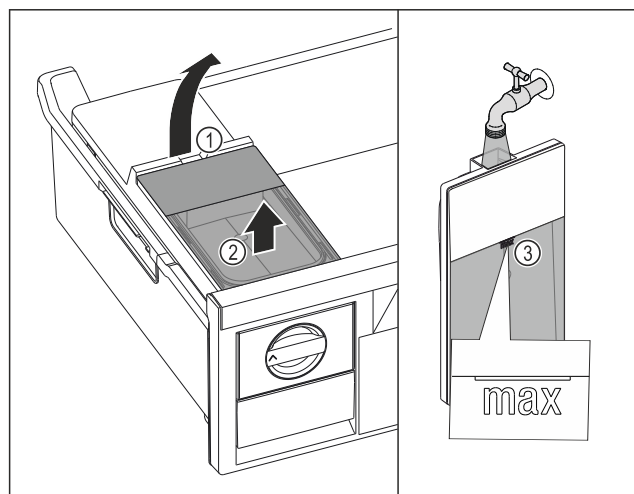

Fig. 72
- ▶ Zbiornik wody unieść za wycięcia Fig. 72 (1).
- ▶ Wyjąć zbiornik wody do góry. Fig. 72 (2)
- ▶ Zbiornik wody napełnić wodą pitną aż do oznaczenia Fig. 72 (3).